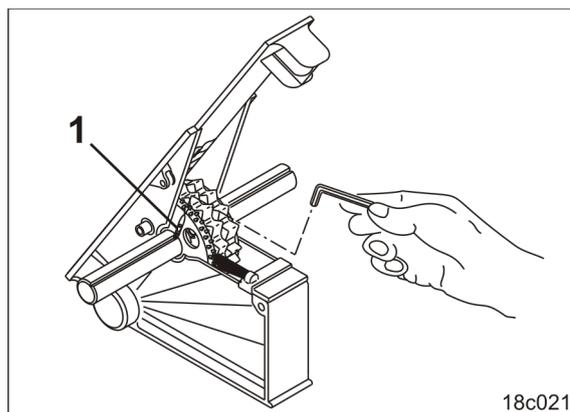

Рис. 247
3. Ослабьте винты с внутренним шестигранником (Рис. 247/1) новых высевающих катушек технологической колеи, чтобы новые высевающие катушки технологической колеи могли свободно вращаться на высевающем валу.